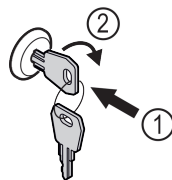

Fig. 95 Voorbeeld
- Sleutel erin duwen Fig. 95 (1).
- Sleutel 90° rechtsom draaien Fig. 95 (2).